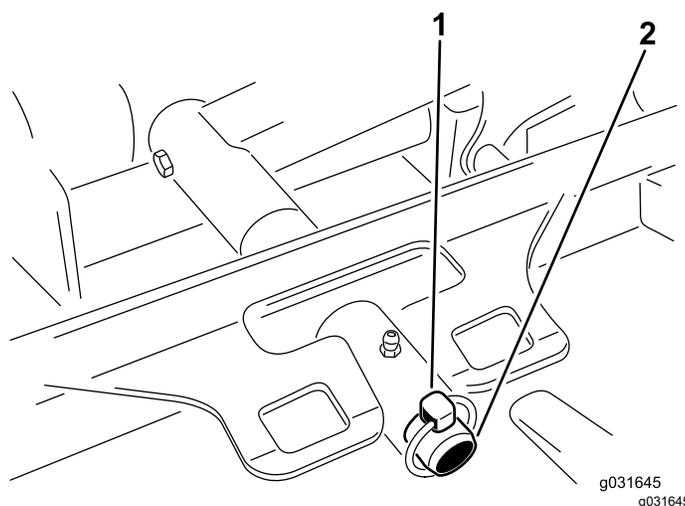

Рисунок 69
3. Снимите штифт с кольцом или крепежную гайку, с помощью которых несущая рама деки крепится к шарниру подъемного рычага (Рисунок 69).
помощи штифта с кольцом и крепежной гайки (Рисунок 69).